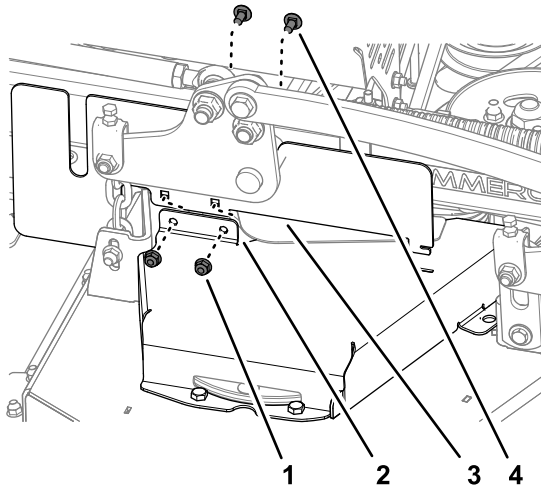

Figure 41
2. Fixez le couvercle CE droit au protège-courroie droit (**Figure 41**) à l'aide des 2 boulons de carrosserie et des 2 contre-écrous que vous avez retirés à l'opération Dépose du protège-courroie gauche (page 30).